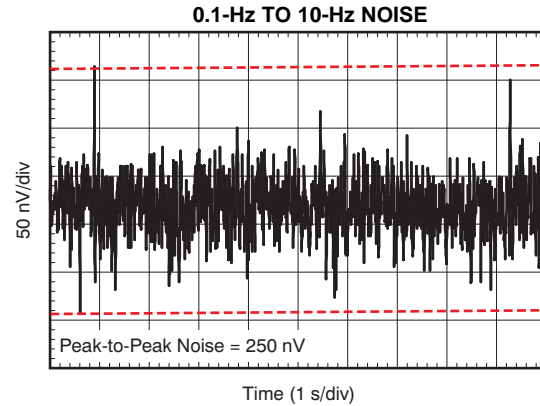

Figure 14.
0.1-Hz to 10-Hz Noise	<a href="#">Figure 14</a>